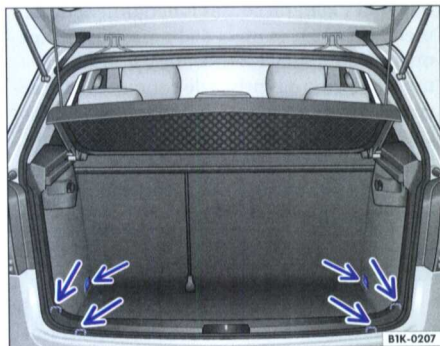

Fig. 80 Coffre à bagages avec œillets d'arrimage
- Attachez les bagages placés dans le coffre à bagages aux œillets d'arrimage, à l'aide de sangles de maintien appropriées ⇒ fig. 80.